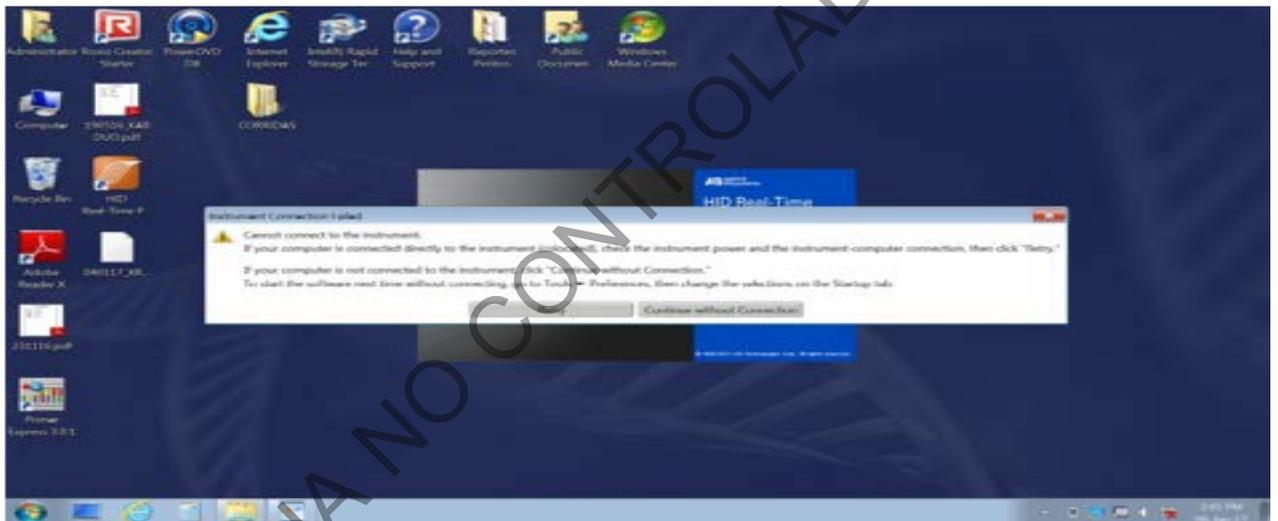

Figura 6. Cuadro de diálogo que puede presentarse como alerta del equipo.
7.2.7 El programa puede mostrar un cuadro de dialogo como recordatorio de que una o varias calibraciones han expirado o no son válidas, (**One or More Calibrations is Expired or Not Valid**), seleccione la opción **Ignore & Continue Startup** si comprobamos que es un error del *software* o diríjase a la barra de herramientas para proceder con la calibración del equipo. Ver figura 6.